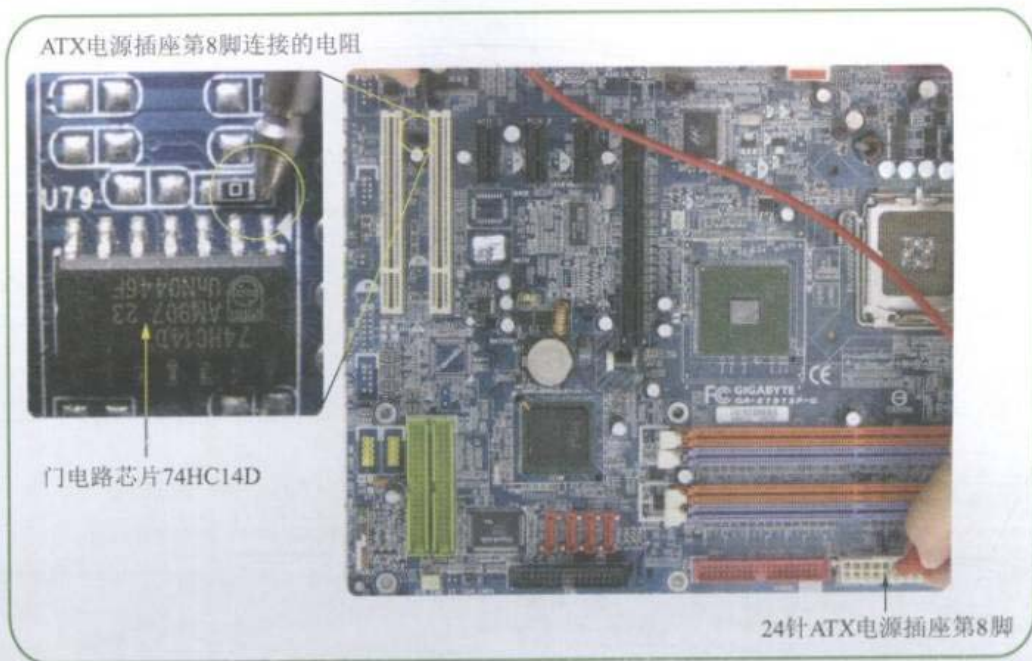

图10-13 测量电源插座的第8脚连接的电阻
**Step 01** 将万用表调到“蜂鸣”挡，测量电源插座的第8脚连接的电阻，如图10-13所示。